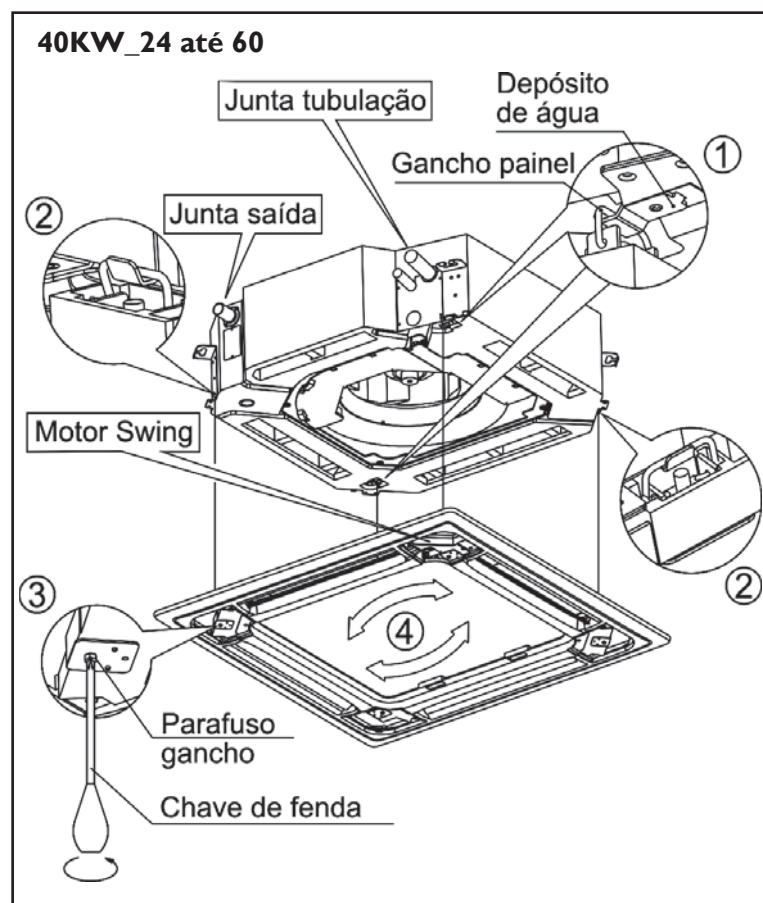

FIG. 27
- f) Encaixe os quatro ganchos, do painel de instalação no corpo principal. Ver Fig. 27 - Detalhe 1 e 2 para 40KW_24 até 60).